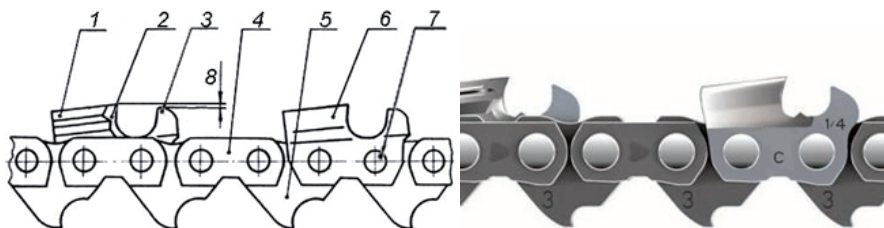

рис.2
- пильная цепь состоит из звеньев трех типов: режущее звено (рис.2 поз. 1 и
рис.2 поз. 6), ведущее звено (рис.2 поз. 5) и соединительное звено (рис.2 поз. 4);
-режущее звено бывает двух типов - левостороннее и правостороннее и состоит из двух элементов: резца (рис.2 поз.2) и ограничителя глубины пропила (рис.2 поз.3);
-соединительное звено обеспечивает соединение режущих и ведущих звеньев посредством заклепки (рис.2 поз.7);